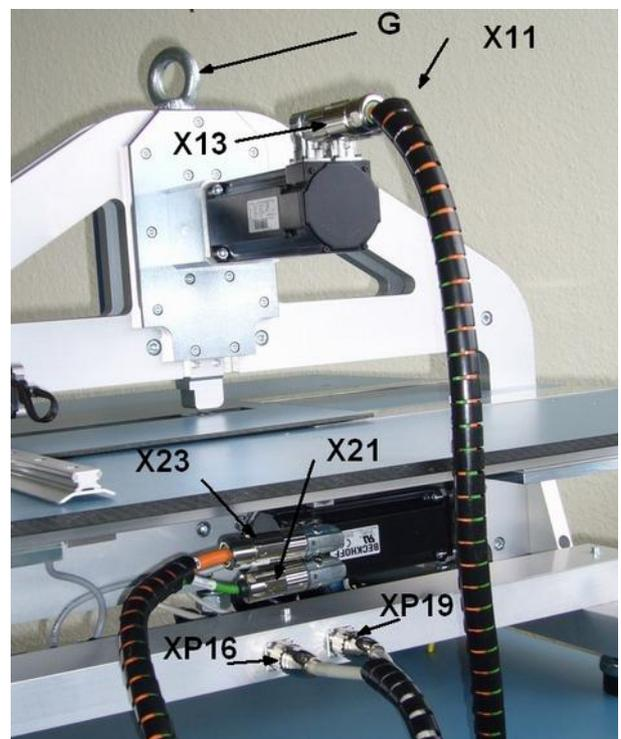

Abb. 9: Kabelanschlüsse
13. Ringschraube „G“ in die Prägeeinheit einschrauben.(siehe Abb. 9)
17. Verbindungskabel Schaltschrank-Prägeeinheit XP 16 polig (links) und XP 19 polig (rechts) in die zugehörigen Flanschdosen der Verteilerschiene einstecken und mit dem Schraubüberwurf sichern. (siehe Abb. 9)
18. Die beiden längeren Kabel in der Mitte für den Prägemotor X 11 und X13 in die zugehörigen Kabeldosen am oberen Prägemotor einstecken und mit dem Schraubüberwurf sichern. Überwurfmuttern gut festschrauben. (siehe Abb. 9)
19. Die beiden kürzeren Kabel auf der linken Seite für den X- Achse Motor X21 und X 23 (unter der Tischplatte) in die zugehörigen Kabeldosen am Motor einstecken und mit dem Schraubüberwurf sichern. (siehe Abb. 9)